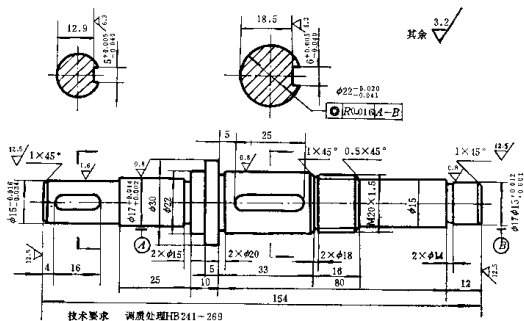

图 I-4-1
(1) 将前支承轴颈安装在中心架上，后轴颈夹在磨床床头的卡盘内，磨削前严格校正两支承轴颈。前端可调整中心架。后端在卡爪和轴颈之间垫薄纸片来调整；
(2) 将前后支承轴颈分别装在两中心架上，用千分表校正正好中心孔位置。工件通过弹性联轴节或方向接头与磨床床头主轴连接；
(3) 采用专用夹具加工。（头架主轴通过浮动夹头传动工件）。
12. 编写图 I-4-1 所示轴件的机械加工工艺过程，生产类型属单件生产，材料为20Cr钢。如属大量生产，工艺过程又怎样？